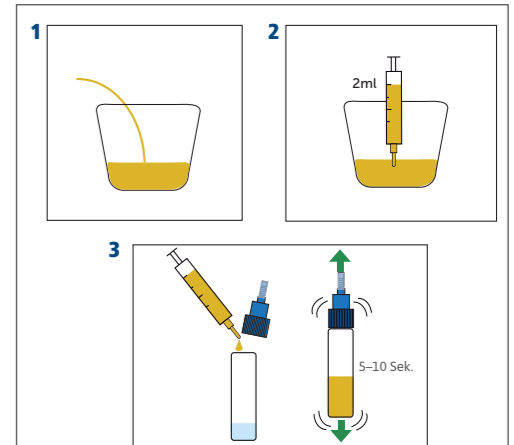

Abb. 1–3: Probennahme
1. Urinprobe in geeignetem Gefäß auffangen (Abb. 1).